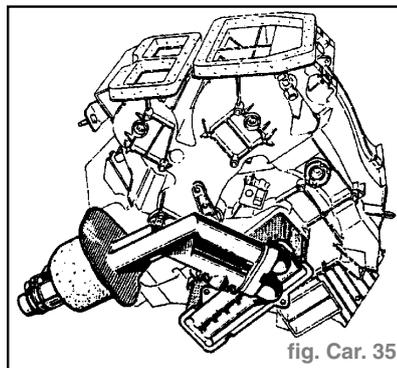

fig. Car. 35
- La dépose du radiateur de chauffage s'effectue après avoir déposé le boîtier répartiteur (fig. Car. 35).